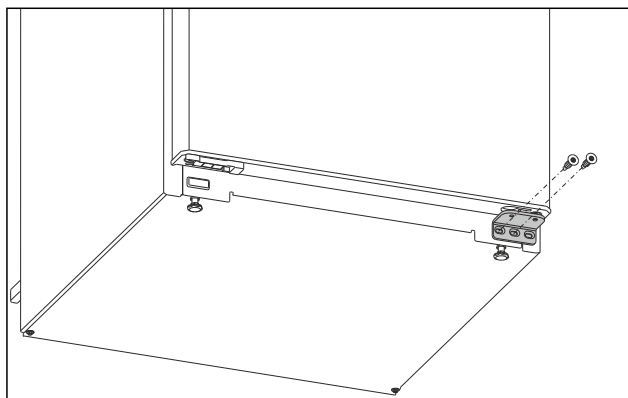

Fig. 12
- Am unteren Lagerbock die mittlere Schraube mit Schraubendreher Torx 20 herausdrehen. Fig. 12 ()
- Am unteren Lagerbock die innere Schraube mit Schraubendreher Torx 20 herausdrehen. Fig. 12 ()